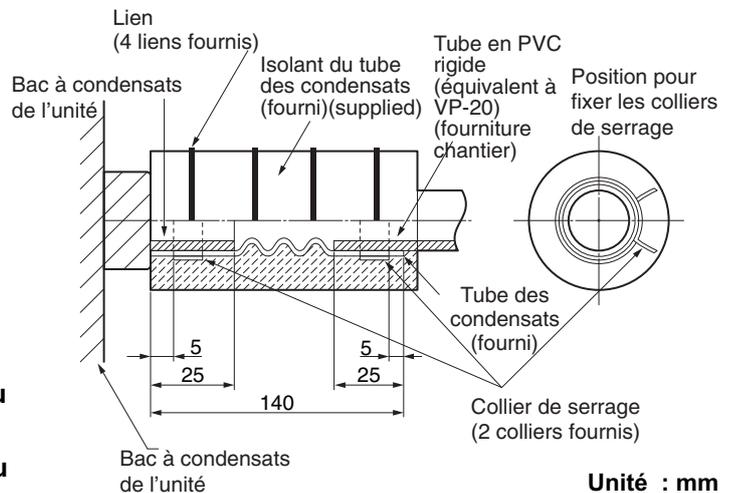

Fig. 3-80
- Fixez de manière à ce que l'attache du collier de serrage soit du côté de l'orifice d'évacuation. (Fig. 3-80)